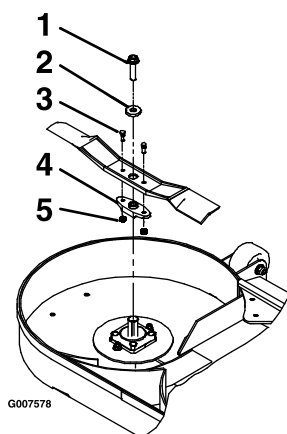

Figura 66
3. Retire la cuchilla, la arandela y el perno que sujetan la cuchilla y el impulsor de la cuchilla (Figura 66).
4. Retire el impulsor de la cuchilla de la cuchilla existente (Figura 66).
1. Instale el impulsor de la cuchilla en las cuchillas nuevas con los pernos de cizallamiento y las contratuercas (Figura 66).
3. Instale la cuchilla, la arandela y el perno de la cuchilla en el eje (Figura 66).